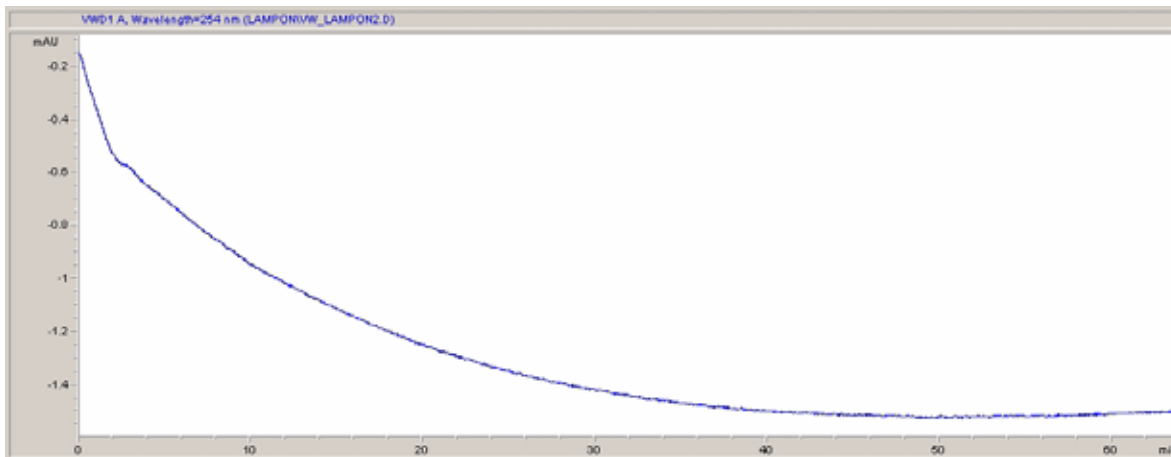

图 12 基线稳定性
- 6 让检测器预热至少 60 分钟，从而可以提供稳定的基线（示例：第 45 页的图 12）。